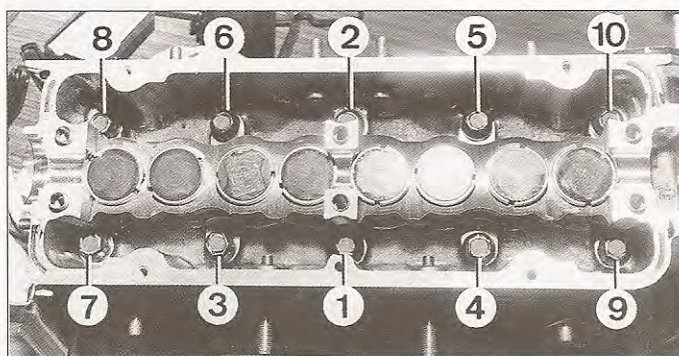

FIG. 22
- Apretar los tornillos de la culata en el orden indicado y al par prescrito (fig. 22).